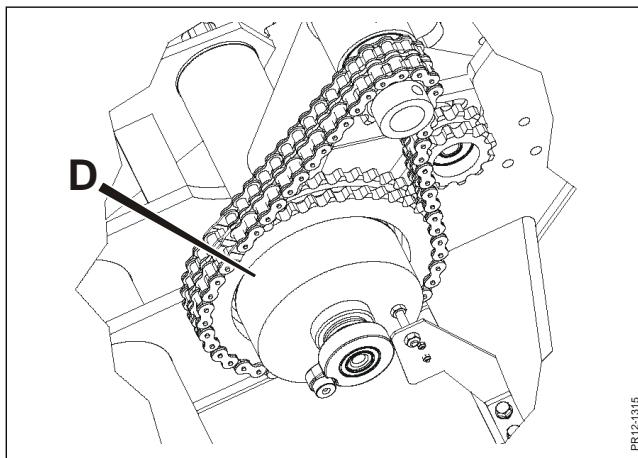

Fig. 5-4
**Fig. 5-4** Da indføringen blokeres hurtigere end reversfunktionen går i neutral, stiger momentet øjeblikkeligt i transmissionen hvorved friktionskoblingen **D** udløses kortvarigt. Herved glider den indtil reverset har frakoblet remtransmissionen.